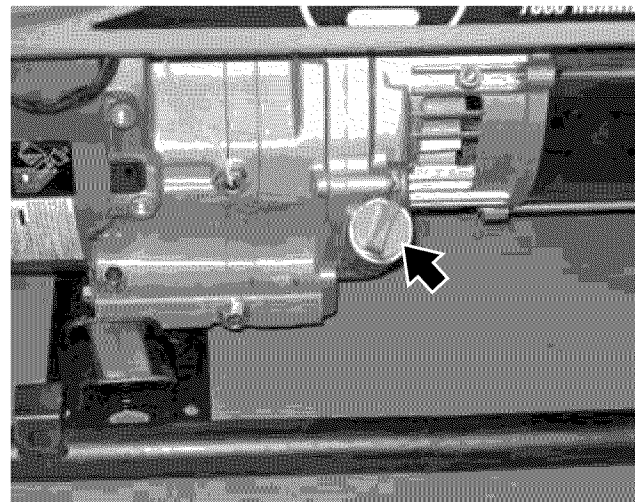

Figura 31 – Tapón de llenado/varilla de medición del aceite
- Retire el tapón de llenado/la varilla de medición del aceite (*vea la Figura 31*).